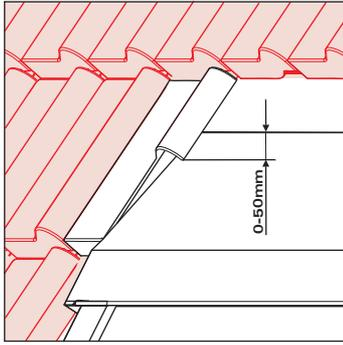

Fig. 3-64 Fase di lavoro 21
20. Tagliare la fila di tegole su misura. Durante questa operazione, se necessario, piegare la lamiera di posa delle tegole all'altezza desiderata. La fila di tegole deve essere fissata a livello alla piega della lamiera di copertura superiore e sporgere per un massimo di 50 mm oltre tale bordo. La dimensione massima dipende dalla forma della tegola. Le tegole non devono assolutamente poggiarsi sullo smusso delle lamiere di copertura superiore (fig. 3-64).
21. Coprire la parte superiore e applicare le tegole sulla parte sinistra iniziando dal basso (fig. 3-64).